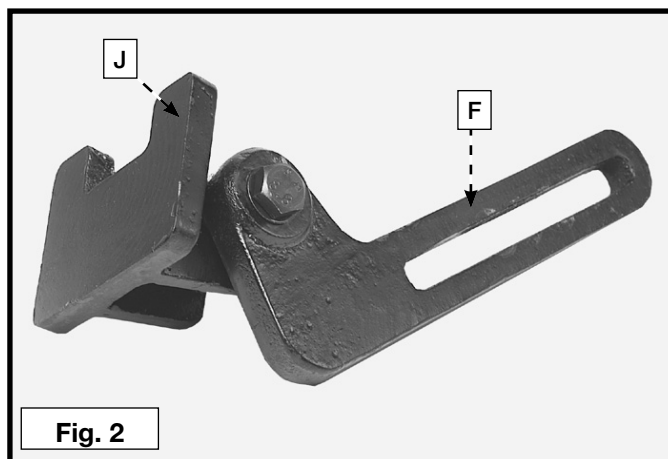

Fig. 2
1. Los brazos de soporte de la herramienta (F), Fig. 2, son universales y se pueden acoplar a ambos lados de la esmeriladora. Ensamble el soporte ajustable de la herramienta (J), Fig. 2, en el lado izquierdo del brazo de soporte de la herramienta (F), Fig. 2, como se muestra, y ajuste con un perno (K), Fig. 1, y una arandela (P), Fig. 1, como se muestra. Ensamble el soporte de la herramienta restante en el lado derecho del otro brazo de soporte de la herramienta de la misma manera. Todavía no ajuste por completo el equipo.